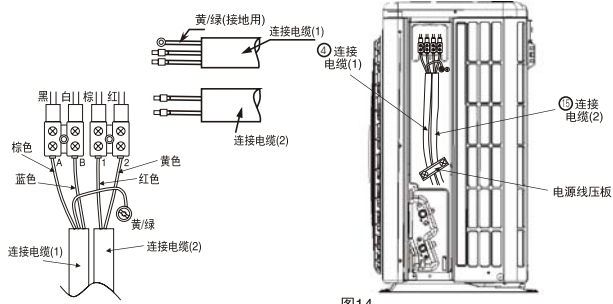

图14
- (1) 把连接电缆按电气接线图所示正确地牢固连接。（紧固力为0.8~1.5N·m）
- (2) 用电源线压板将连接电缆压住后，用螺钉紧固，按图14安装。
- 用附件④及⑤连接电缆按接线图要求正确地连接室内外机组，绝对不可连接错误（如图14）。
· 接地线必须根据图14所示用连接电缆中黄/绿色导线接至带有“⊕”标记的接线端子上。